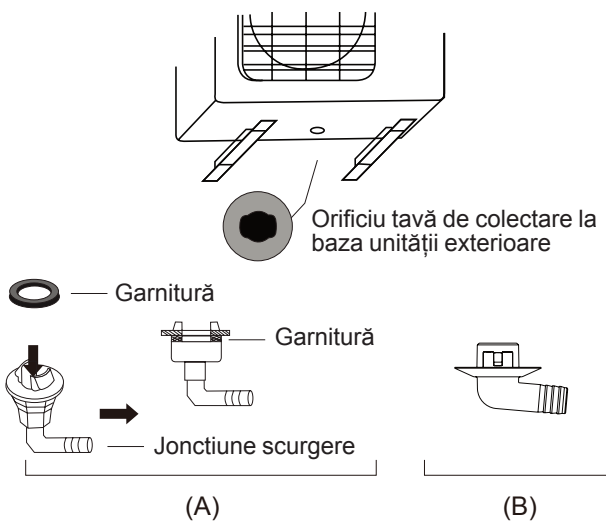

Fig. 4.4
**Dacă racordul de scurgere este prevăzut cu o garnitură din cauciuc (consultați Fig.4.4 – A), acționați în următorul fel:**
**Dacă racordul de scurgere nu este prevăzut cu garnitură din cauciuc (consultați Fig. 4.4 – B), urmați următoarele etape:**